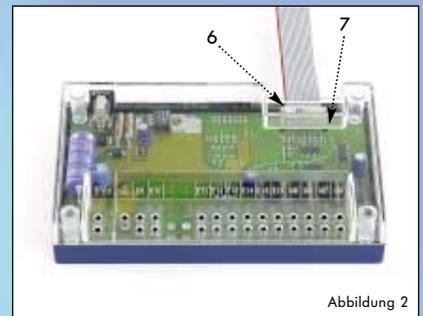

Abbildung 2
Wie in Abbildung 2 gezeigt, wird dann der 14-polige Stecker (6) des Extension Modules auf die freie 14-polige Stiftleiste (7) der Interfaceplatine gesteckt.